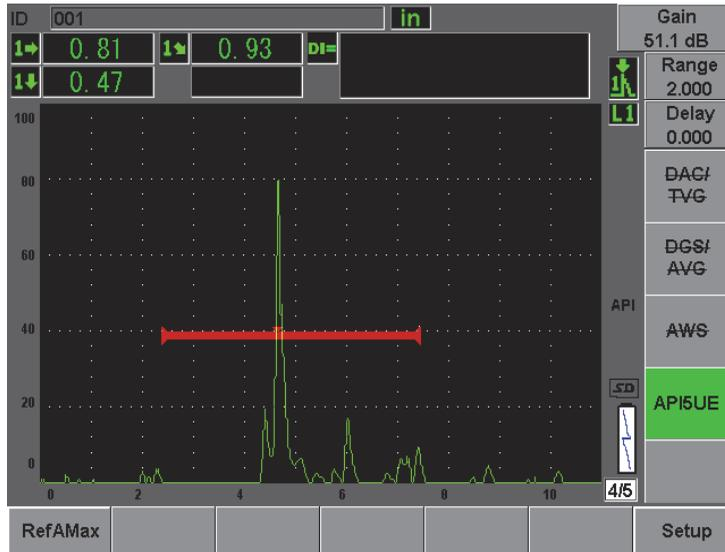

Figura 12-25 Armazenando o ponto A_{max}
5. Pressione **[P1] RefAMax** para coletar o ponto A_{max} e, em seguida, pressione **[P1]** para confirmar (veja Figura 12-25 na página 267).